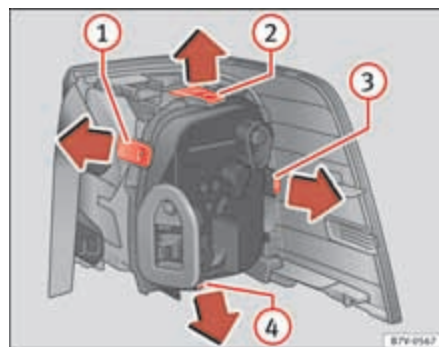

Fig. 222 Luz trasera en la carrocería: Desmontar el portalámparas. ① a ④: lengüetas de bloqueo.
9.	Para desbloquear el portalámparas, presione las lengüetas de bloqueo ⇒ página 386, fig. 222 ① a ④ en el sentido de la flecha.